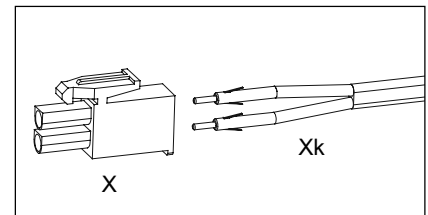
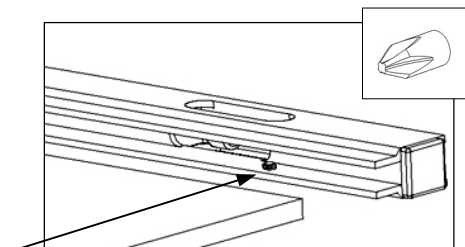

Abb.09b
Abb.09c
- Das Anschlusskabel auf der Oberseite des Bodens entlang führen und die Kabelenden (Xk) in die Kabelclips (X) stecken (Abb.09b).
- Lediglich die Kabelenden (Xk) in die Kabelclips (X) stecken (Abb.09b).
- Durch die Löcher in der Rückwand die Kabel (Xk) der Glaskantenbeleuchtung (Z) ziehen.
- Auf die Kabelenden (Xk) die Kabelclips (X) stecken (Abb.09b).
- In die 5 mm Bohrungen der Korpusinnenseiten die Glasbodenträger (F) drücken. Die Glasböden auf die Bodenträger legen.
- Die Glaskantenbeleuchtungen auf die Hinterkanten der Glasböden schieben und mit den Kunststoffschrauben festsetzen (Kunststoffschrauben zeigen nach unten) (Abb.09c).